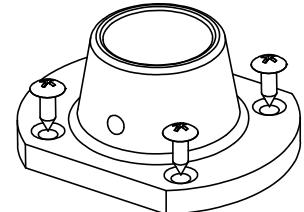

Figure 2
2. Locate the mounting holes as shown in figure 1 a, b, c and affix the bottom positioner to the closet floor with (4)  $\frac{3}{4}$ " x #8 oval headed screws. Note: Shaft locking screw must face the closet opening. (See figure 2)
2. Trouver les trous de montage suivant les indications de l'illustration 1 et installer la base du positionneur du bas au plancher de la garde-robe avec 4 vis à tête ovale  $\frac{3}{4}$ " x #8. Note: La vis de blocage de l'axe doit faire face à l'ouverture du placard. (Voir le figure 2)